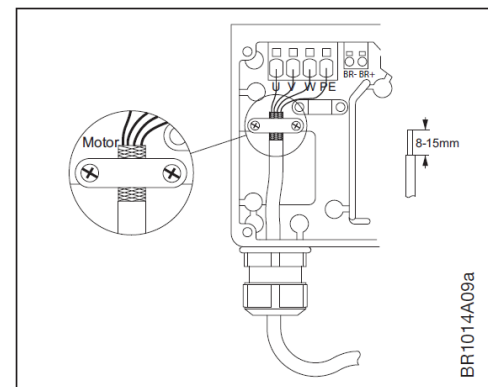

Abb. 3-11: Kabelschirm-Anschluss
- Es sind stets geschirmte Motorkabel zu verwenden. Der Schirm ist mit der dafür vorgesehenen Klammer an der Klemmstelle im Gehäuse anzuschließen (siehe Abb. 3-11).